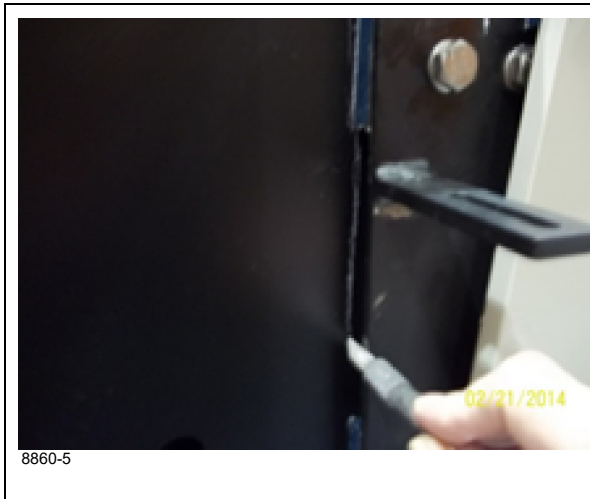

FIGURA 4-1
1. Marque la parte delantera de cada sección con una línea de tiza, como se muestra en la Figura 4-1.